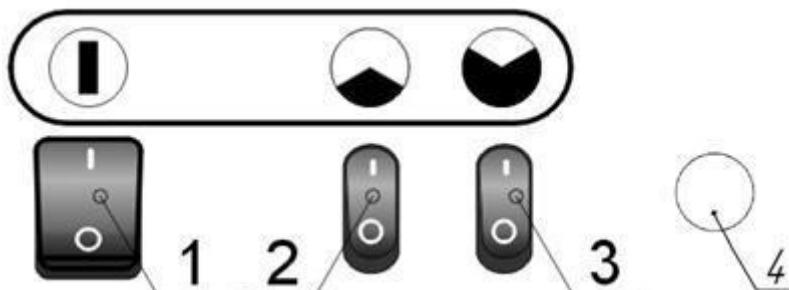

Рис.2. Пульт управления
Наружный корпус закрыт решетками входной поз. 3 и выходной поз. 4 и своими шарнирами устанавливается на ручке-ножке поз. 5 и имеет возможность поворота в вертикальной плоскости. Угол поворота фиксируется баращками поз. 6. На планке кнопок управления поз. 2 расположены выключатель сетевой поз. 1 (рис.2) и выключатели нагревателей поз. 2 и 3 (рис. 2).
7.1.1 Для включения тепловентилятора в режим вентиляции необходимо включить сетевой выключатель (поз.1 рис.2) в положение “
Для работы в режиме 1 с мощностью 2,0 кВт включить клавишу поз.2 (рис.2) в положение “).
Для работы в режиме 2 установить клавиши 2 и 3 (рис.2) в положение “).